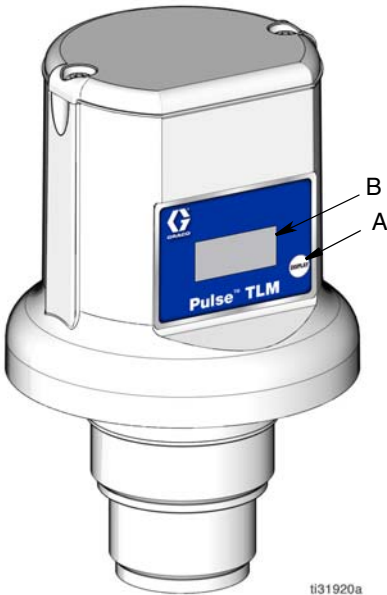

FIG. 6
Appuyez et relâchez le bouton Afficher (A). Les données apparaissent sur l'écran (B) (FIG. 6) ; chaque écran dure quelques secondes avant de passer au suivant.
Après avoir rempli de nouveau un réservoir à partir d'un distributeur d'huile ou qu'un réservoir d'huile usée est vidé par un fournisseur de service d'huile usée, appuyez sur le bouton Afficher (A) (FIG. 6) sur le TLM pour vous assurer que le TLM maintiendra le statut du volume le plus récent du réservoir.